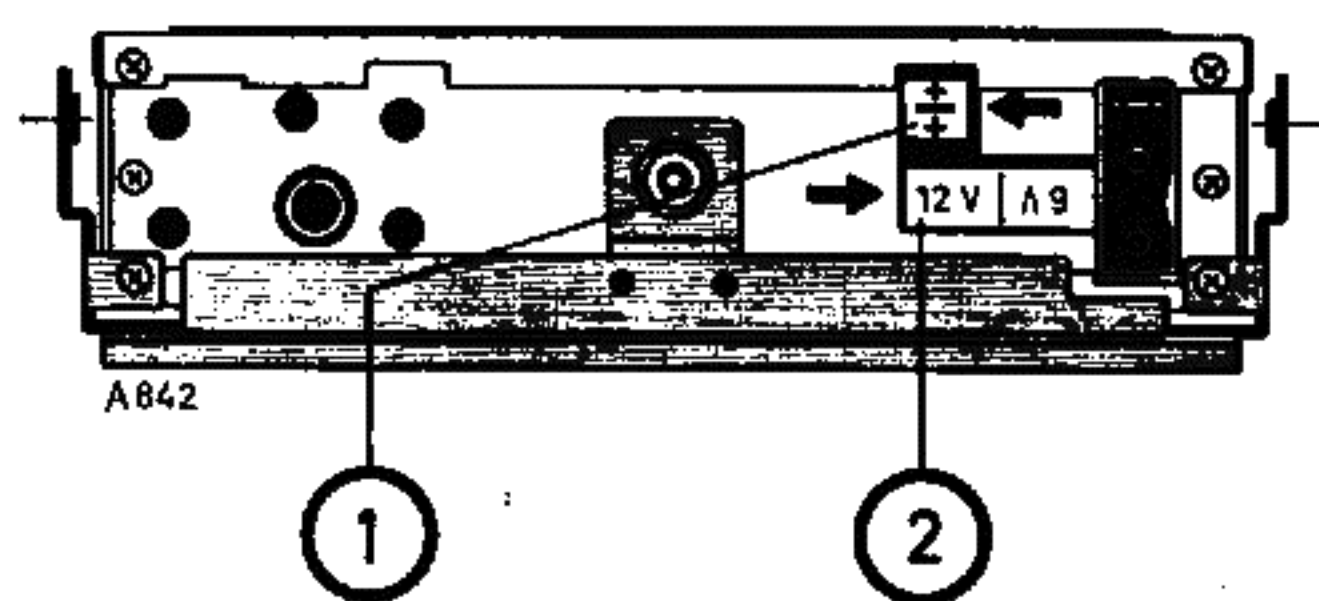

Fig. 2
Das Gerät ist vom Werk aus auf 12 V Betriebsspannung eingestellt. Beim Umschalten von 12 V auf 6 V muß der Spannungswahlstecker ② in Fig. 2 vorsichtig herausgezogen werden. Den Stecker um 180° drehen und wieder in die Steckerleiste einsetzen. Der in der Empfänger-Rückseite eingepreßte Pfeil zeigt dann auf die Beschriftung 6 Volt.
Das Gerät wird von Minus nach Plus umgeschaltet, indem man den Stecker ① in Fig. 2 herauszieht, um 90° dreht und wieder in die Buchse hineinsteckt. Der ebenfalls auf der Rückseite des Empfängers eingepreßte Pfeil zeigt dann auf das + (Plus)-Zeichen.
To change the polarity from negative to positive, pull out the plug, ① in Fig. 2, reverse and re-insert it. The arrow, impressed on the rear side, now points to the (+) sign.